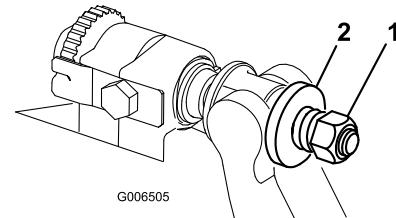

Bild 28
3. Ziehen Sie die Federspannungsmutter an, bis die Feder zusammengedrückt ist, drehen Sie sie dann eine 1/2 Umdrehung heraus (Bild 28).